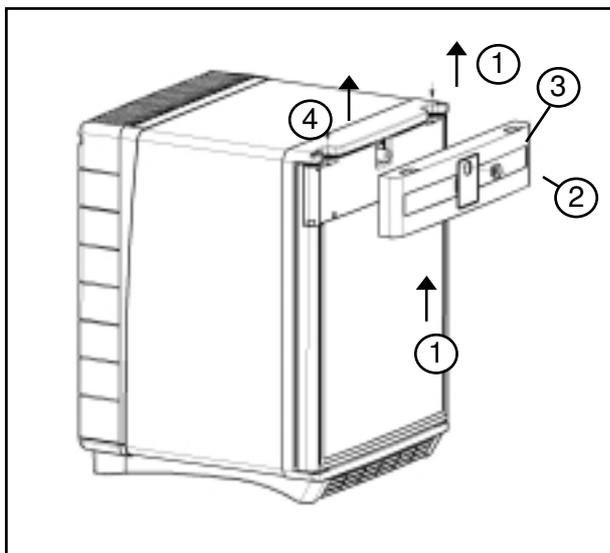

Abbildung 11.
10. Auswechseln der Türblende (Abb. 11)